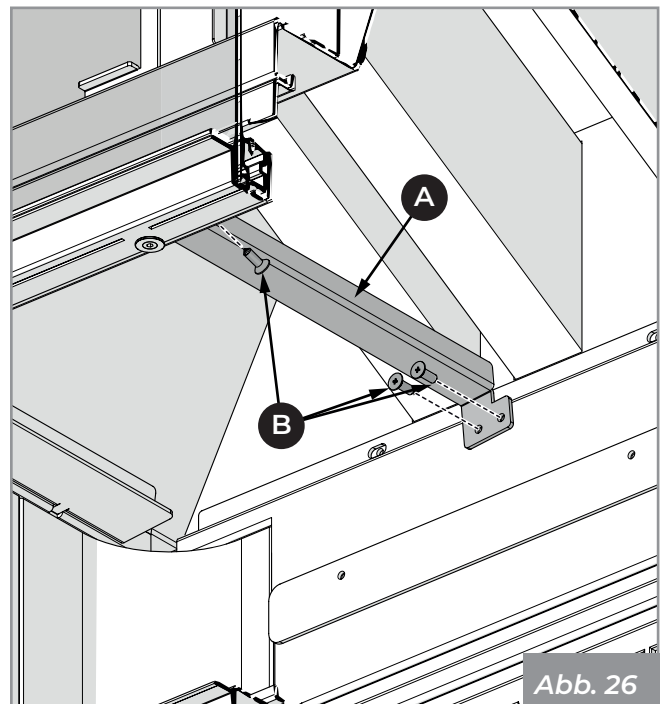

Abb. 26
- 1) Positionieren Sie die Halterung (A) mit den entsprechenden Schrauben (B) (Abb. 26).